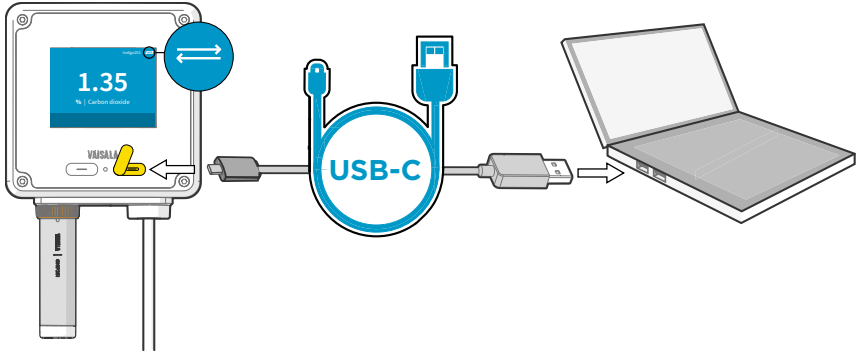

图 27 使用 USB-C 电缆将 Indigo200 数据处理单元连接到 Insight PC 软件
5. 在带显示屏的数据处理单元型号中，当 USB 电缆连接处于活动状态时，数据处理单元显示屏的右上角会显示 USB 连接图标（请参见 图 27 \(第 61 页\)）。